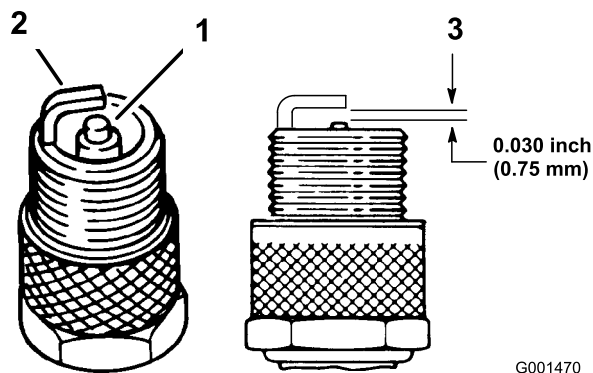

Figura 28
- Compruebe la separación entre los electrodos central y lateral (Figura 28). Si la distancia no es correcta, doble el electrodo lateral (Figura 28).
- Mire la parte central de las bujías (Figura 28). Si se observa un color gris o marrón claro en el aislante, el motor está funcionando correctamente. Si el aislante aparece de color negro, significa que el limpiador de aire está sucio.
3. Conecte los cables a las bujías (Figura 28).